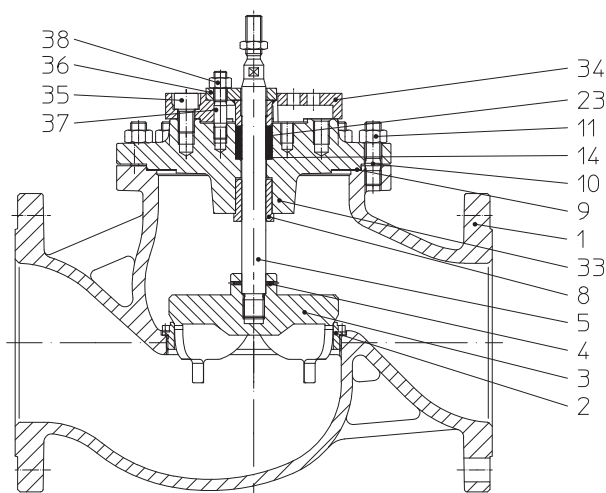

Fig. 11: BR 445 DN200-250 (endast rostfritt stål)
- Vid demontering/montering av manschettätningen (pos 12) skall delarnas ordningsföljd och inbyggnadsposition beaktas (se Fig. 11).
- Tätning (pos 17) måste bytas ut.